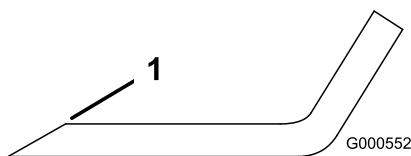

図 81
1. ブレードは、左右の刃先をやすりで磨く(図 81)。
注 もし傾くようなら、重い方の裏面を少し削って調整する 図 81。